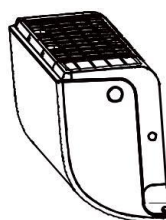

Fig. 4.9
2. În cazul în care gaura de perete se află în spatele unității, păstrați panoul eliminatoriu în loc. În cazul în care gaura de perete este în partea laterală a unității interioare, scoateți panoul knock-out de plastic din acea parte a unității. (A se vedea fig. 4.9). Acest lucru va crea un slot prin care conductele poate ieși din unitate. Utilizați clești nas ac dacă panoul de plastic este prea dificil de îndepărtat de mână.